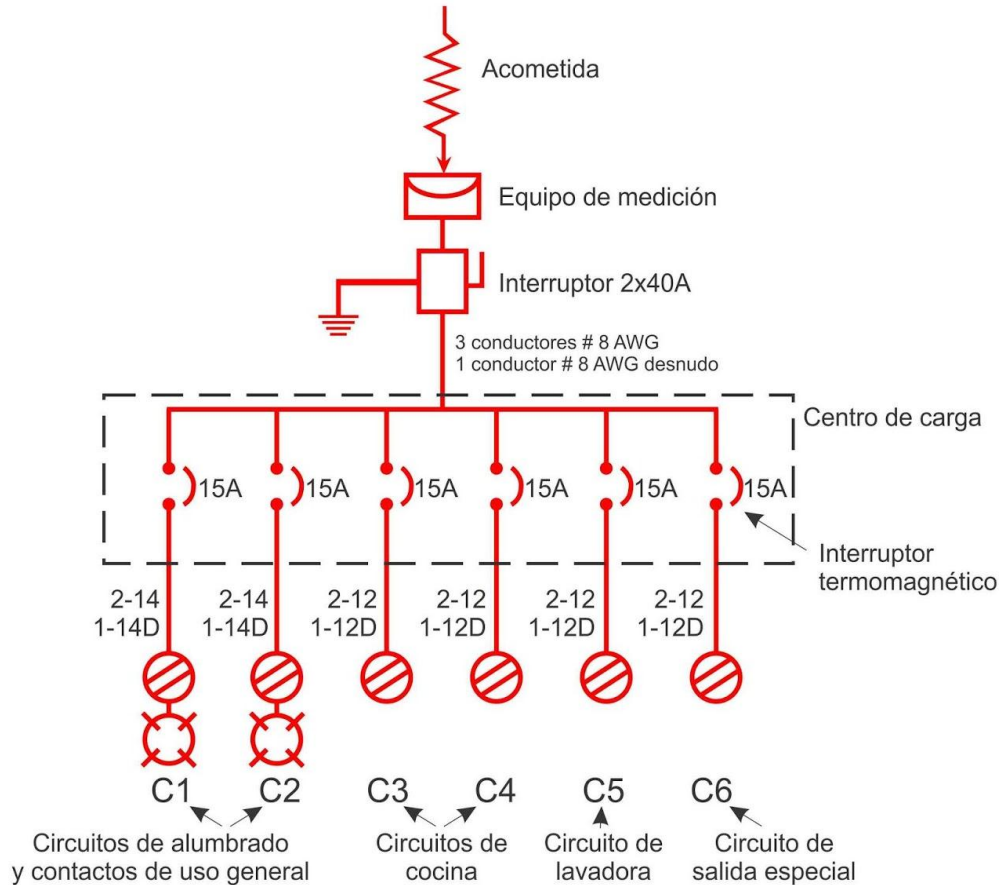

Figura 1. Diagrama Unifilar Residencial
3.5.1 Realizar montaje en los módulos didácticos de instalaciones eléctricas del ambiente, el diagrama mostrado en la figura 1.